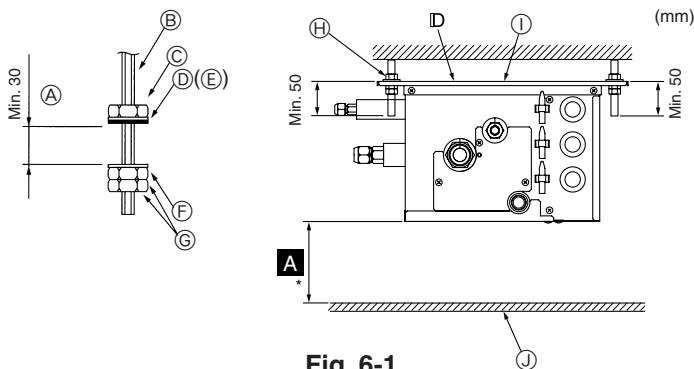

Fig. 6-1
- (2) Befestigen Sie Unterlegscheiben und Muttern (①, ②, zusätzlich zu erwerben) an den Tragbolzen. (Fig. 6-1)
- (3) Hängen Sie das Gerät an die Tragbolzen.
- (4) Ziehen Sie die Muttern vollständig fest (Abstand zur Decke prüfen).
- (5) Benutzen Sie eine Wasserwaage, um den Verteilerkasten waagerecht anzubringen.
- Ⓓ Unterlegscheibe(mit Isolierung) ①
- Ⓕ Unterlegscheibe(ohne Isolierung) ②